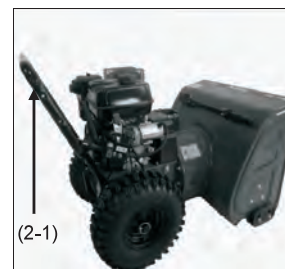

Fig. 2A
- Fäst det nedre handtaget (2-1) i snöslungan med 4 bultar (2-2, 2-3) och med flänsar. (Fig. 2A/2B/2C)